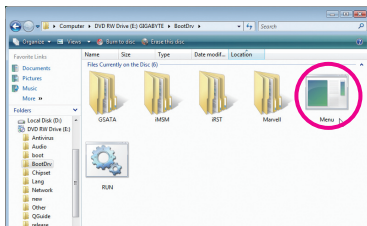
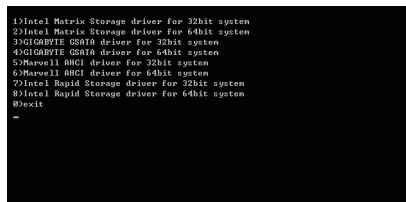

図 2
図 3
- 2: 光学ドライブフォルダから、BootDrv フォルダの ファイルをダブルクリックします(図 2)。図 3 のようなコマンドプロンプトウィンドウが開きます。
- 3: 空のフォーマット済みディスクを挿入します。メニューから対応する文字を押すことでコントローラドライバを選択し、<Enter>を押します。例えば、図2でメニューから、